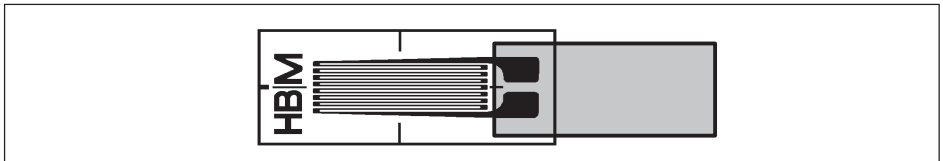

Fig. 5.3 Charnière sur jauge sans pattes de raccordement
- Pour les jauges sans pattes de raccordement, réaliser la charnière comme indiqué sur la Fig. 5.3 (sans cosses relais supplémentaires).